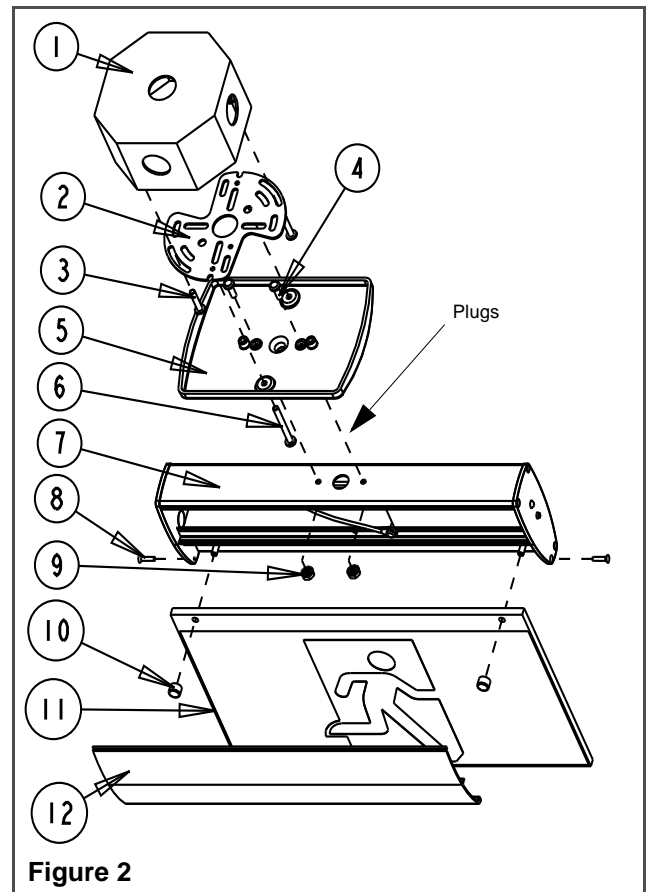

Figure 2
Ceiling or End mount (See Figure 2 & 3)
- a. For ceiling mount: remove plugs (see Figure 2)
Montage en extrémité ou au plafond (voir fig. 2 et 3)
a. Pour le montage au plafond: enlever les bouchons situés sur le dessus du boîtier (voir fig. 2).